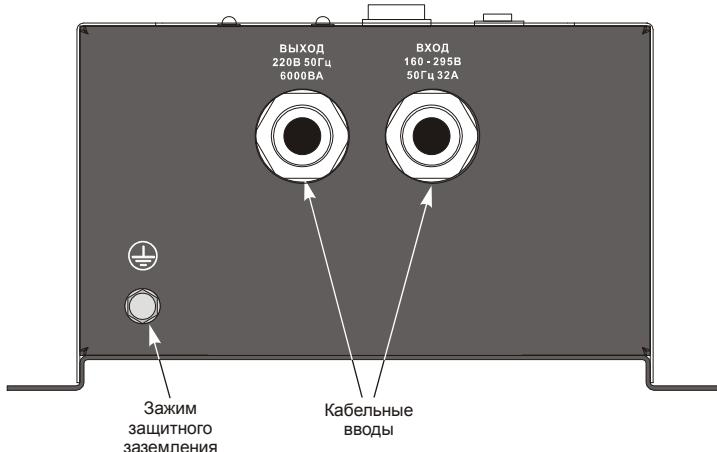

Рисунок 5 – Передняя панель стабилизатора
**7.1.5** Соединить зажим защитного заземления X2, находящийся на передней панели стабилизатора (рисунок 5), с шиной защитного заземления оборудования в соответствии с рисунком 6.